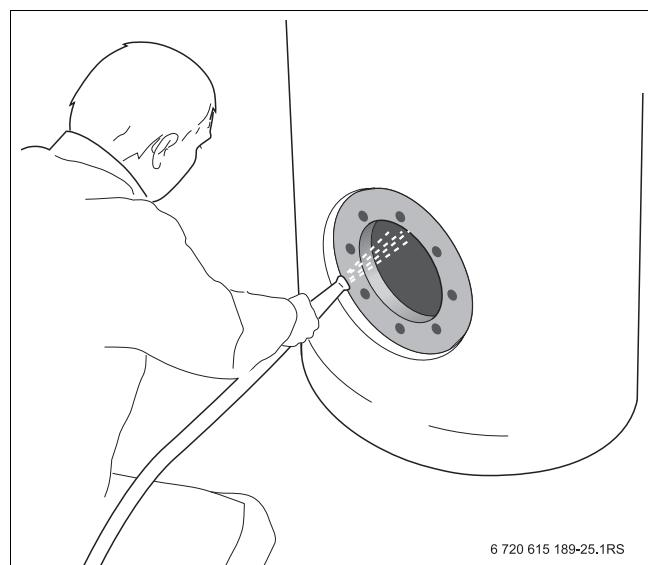

Fig. 20 Limpie el acumulador de agua caliente
- Limpiar el interior del acumulador de agua caliente con un potente chorro de agua fría (aprox. 58 – 72,5 psi (4 – 5 bar) de sobrepresión) (→ fig. 20, pág. 51).